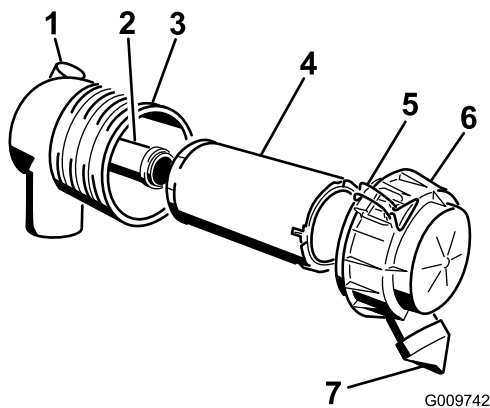

Рисунок 30
**Внимание:** Обслуживание фильтра воздухоочистителя следует производить только тогда, когда индикатор необходимости обслуживания станет красным (Рисунок 30). Замена воздушного фильтра без необходимости ведет лишь к повышению вероятности попадания грязи в двигатель при извлечении фильтра.
4. Освободите защелки воздухоочистителя и отделите крышку от корпуса воздухоочистителя (Рисунок 30).
1. Осторожно извлеките фильтр грубой очистки из корпуса воздухоочистителя (Рисунок 30). Старайтесь не ударить фильтр о боковую поверхность корпуса.
4. При замене контрольного фильтра будьте осторожны, вставляя новый фильтр в корпус фильтра (Рисунок 30).
5. Осторожно вставьте фильтр грубой очистки поверх контрольного фильтра (Рисунок 30). Убедитесь в том, что он полностью встал на место, надавливая на внешний обод фильтра во время его установки.
6. Установите крышку воздухоочистителя таким образом, чтобы сторона, обозначенная как UR, была обращена вверх; закрепите защелки (Рисунок 30).